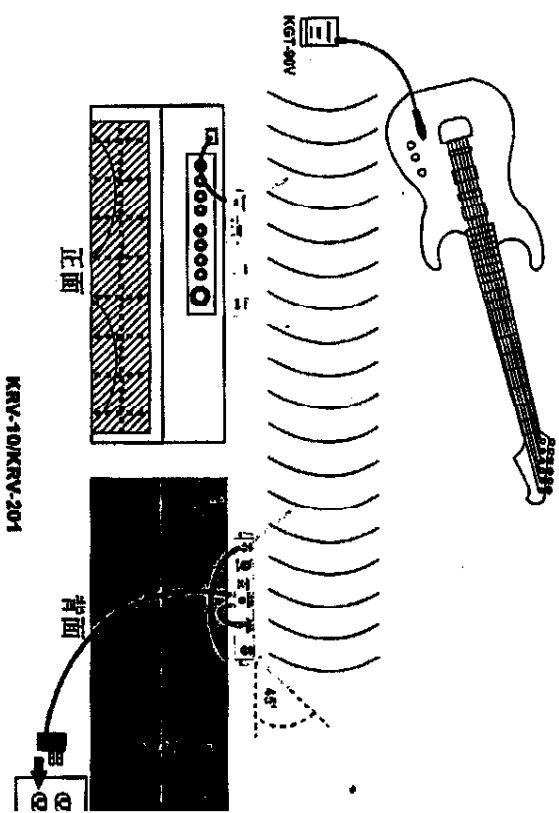

图10
1. 参看图10, 把随机提供的文直流转换器一端插入接收机背后的直流输入连接器, 把转换器的电缆线夹入固定扣。适用机型KRV-10*, 把其另一端插入墙壁插座或其他交流电源 (HD41N110使用220伏/50赫电源, HD41N110E使用120伏/60赫电源), 推动接收机正面电源开关, 电源灯发红光。